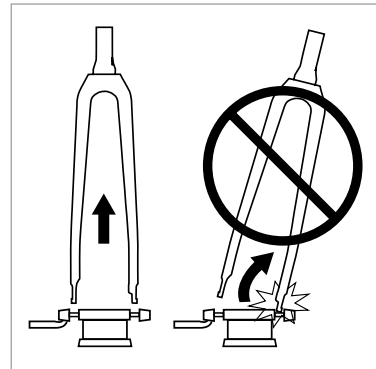

Figure 12
2. Pour retirer la bicyclette, soulevez la fourche de façon à dégager les pattes uniformément. Incliner le vélo hors du support risque d'endommager les pattes (Fig. 12).